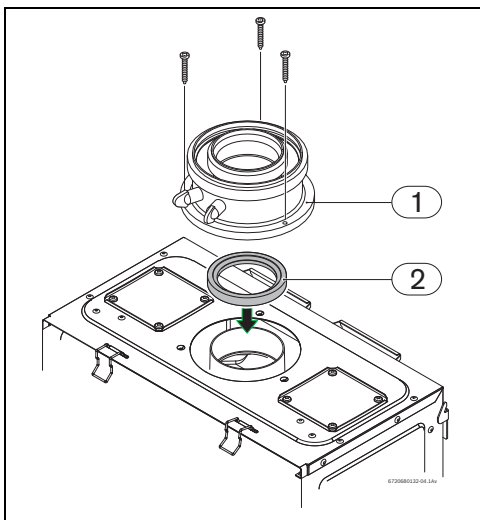

Fig. 29 Accesorio AZB 931 (cod. 7 716 780 184)
- Colocar el sello entre el aparato y el accesorio, consultar la Fig.29, pos. 2.
- Apretar los 3 tornillos del accesorio de evacuación, consultar la Fig. 29 , pos. 1.